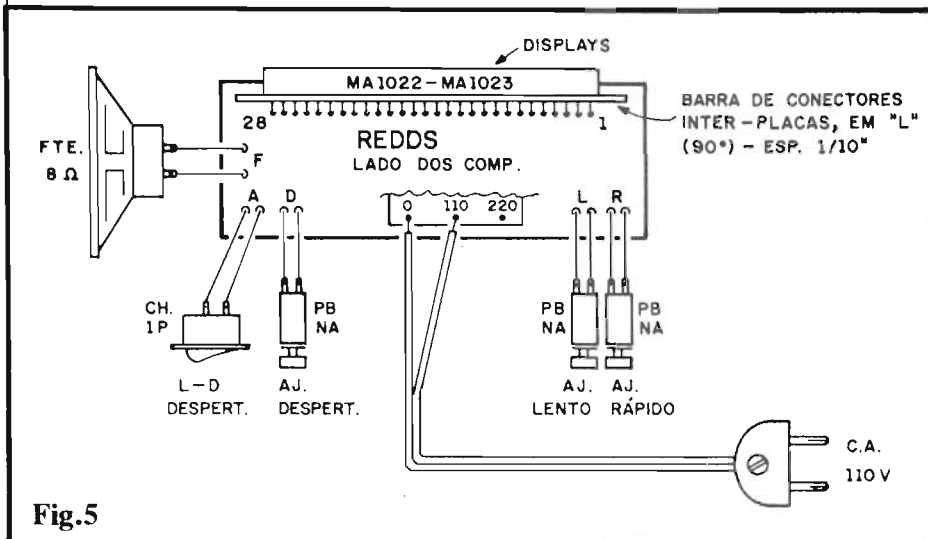

Fig.5
- **FIG. 5 - CONEXÕES EXTERNAS À PLACA DE "APOIO"** - Ainda vista pelo lado não cobreado, agora temos a placa com as respectivas conexões externas, bem como a disposição de "casamento" eletro-mecânico com a própria placa do módulo híbrido... Quanto ao transformador, suas ligações ao "rabicho" (cabo de força com plugue C.A. na "outra" ponta...) devem ser escolhidas de acordo com a Tensão presente na rede local, ou seja: terminais "0-110" para rede de 110V ou terminais "0-220" para rede de 220V... Os três **push-buttons**, o interruptor mini, simples, e o próprio mini-alto-falante, não têm conexões polarizadas, e assim suas ligações são simples, não "preocupantes"... Final-
- **FIG. 6 - CONEXÕES AO "RABICHO" PARA REDE DE 220V** - Conforme já foi mencionado, o diagrama da fig. 5 detalha as ligações do
Por razões mais do que óbvias, um relógio deve funcionar ininterruptamente, assim o REDDS não tem um "interruptor geral": é ligar o plugue do "rabiço" a uma tomada da parede (verificar antes se a Tensão da rede local está "nos conformes" das conexões, indicadas previamente nas figs. 5 ou 6...) e pronto! Inicialmente, o **display** do REDDS mostrará um horário qualquer, "sem valor", com a característica significativa de "piscarem" todos os dígitos, simultaneamente... Sempre que o **display** se manifestar "piscando" (acendendo e apagando a intervalos regulares, à razão de 2 Hz...), isso deve ser interpretado como um aviso: "- Estou errado... Preciso ser acertado...". Se, durante o funcionamento normal do REDDS, "faltar força" na rede C.A. local, o **display** se apagará... Ao retornar a energia, o **display** volta "piscando", também para indicar que há erro na hora mostrada, "precisando de acerto"...